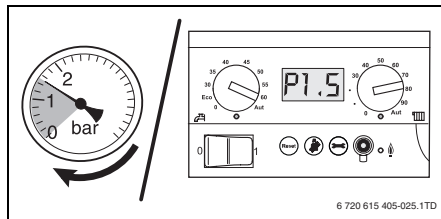

Fig. 10 Indicação de pressão analógica/digital
- Abrir a torneira de água e encher a instalação de aquecimento até 1,5 bar. Ter em atenção então a indicação da pressão (→ fig. 10) para o circuito de aquecimento.